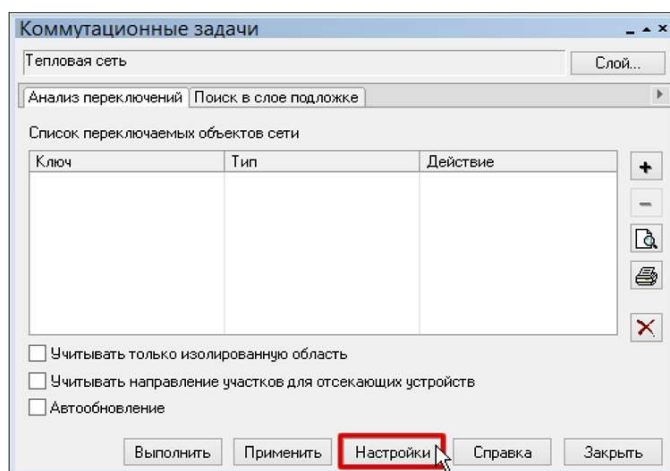

Рисунок 12 Настройки коммутационных задач
- Нажмите кнопку Настройка (Рисунок 12. «Настройки коммутационных задач»).